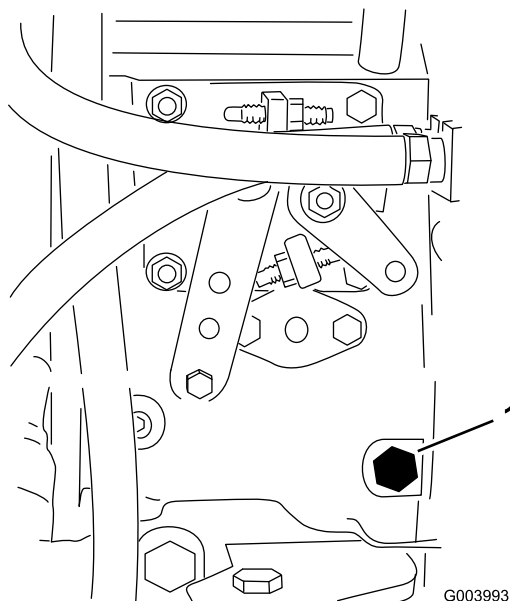

图39
3. 用 12mm 扳手打开燃油喷射泵 图39 上的排气螺丝。